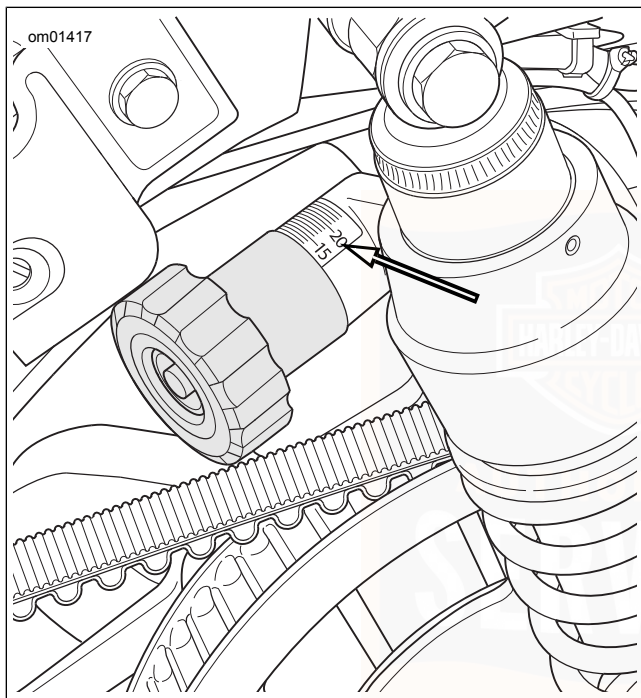

Figura 15. Manopola di registrazione della precarica
2. Vedere Figura 15 . Ruotare la manopola sull'impostazione desiderata per il carico previsto. La manopola emetterà un clic dopo ogni mezzo giro. Fare riferimento a Tabella 24, Tabella 25 o Tabella 26.